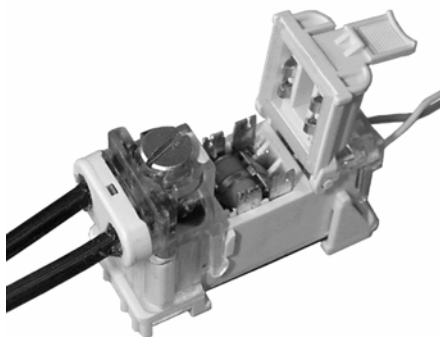

Рис. 13.10. Общий вид соединителя MX 2000
13.1.1. Однопарный соединитель UDW2 (рис. 13.10) предназначен для прямого соединения пары медных или стальных покрытых медью проводников распределительного абонентского кабеля с диаметром жил 0,9-1,3 мм без предварительной их зачистки. При этом максимальный диаметр провода по изоляции должен быть не более 4,4 мм.
13.2.1. Однопарные влагозащищенные соединители MX 2000 (рис. 13.10) предназначены для сращивания жил городских кабелей с парными распределительными кабелями абонентской проводки и работы в суровых климатических условиях.